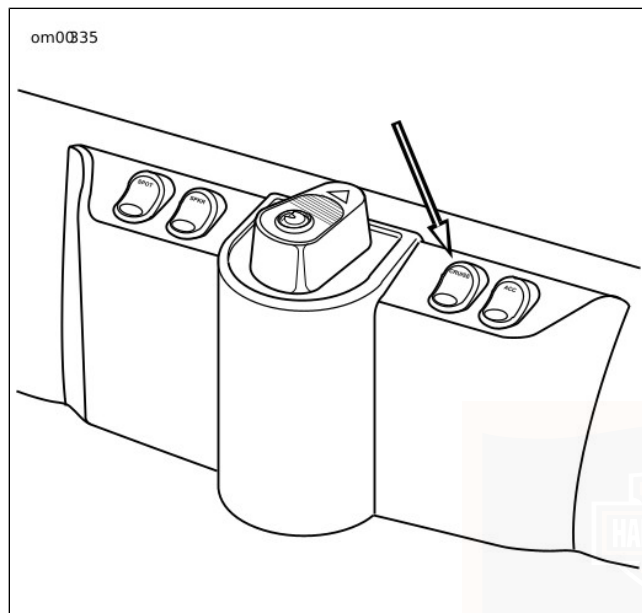

Figura 11. Interruttore sul coperchio della carenatura per il controllo della velocità di crociera
- Vedere Figura 11. Una spia arancione sull'interruttore di controllo della velocità di crociera che indica se il controllo della velocità di crociera è ATTIVATO o DISATTIVATO.
Vedere Figura 11. Un interruttore del controllo della velocità di crociera sul coperchio della carenatura a destra del commutatore a chiave di accensione/del faro anteriore, ATTIVA e DISATTIVA il sistema di controllo della velocità di